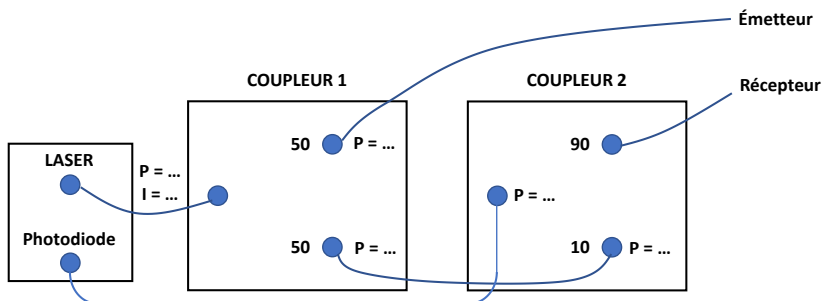

FIGURE 5.5 – Bilan en puissance (à compléter)
**Q4** Complétez le schéma de la figure 5.5 résumant vos mesures précédentes.
↪ Réalisez le montage comme indiqué sur la figure 5.5.